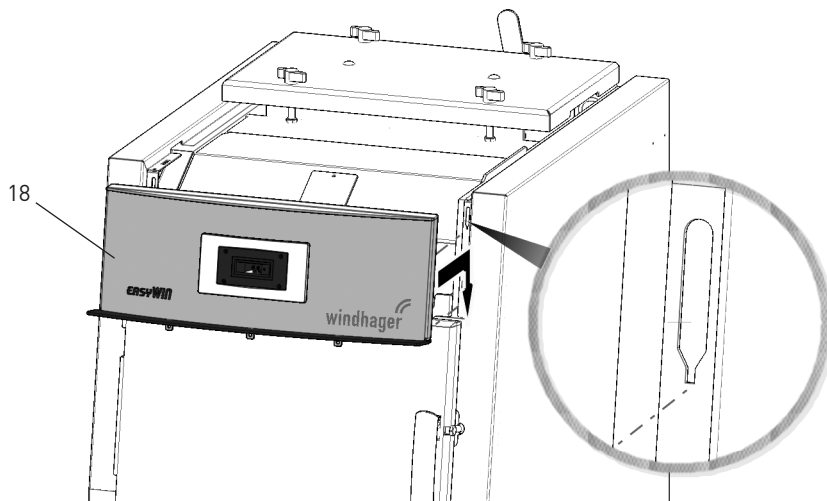

Fig. 9 Montaggio pannello comandi
– Pannello comandi (parte 18): montaggio – Fig. 9.